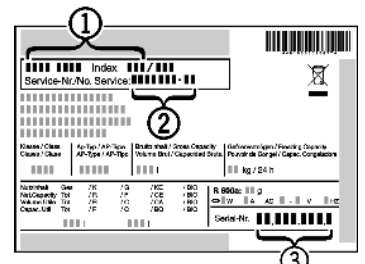

Fig. 17
- ▶ Označení přístroje Fig. 17 (1), servisní číslo Fig. 17 (2) a sériové číslo Fig. 17 (3) naleznete na typovém štítku. Identifikační typový štítek je umístěn na levé vnitřní stěně přístroje.
- ▶ Informujte zákaznický servis a sdělte poruchu, označení přístroje Fig. 17 (1), servisní číslo Fig. 17 (2) a sériové číslo Fig. 17 (3).